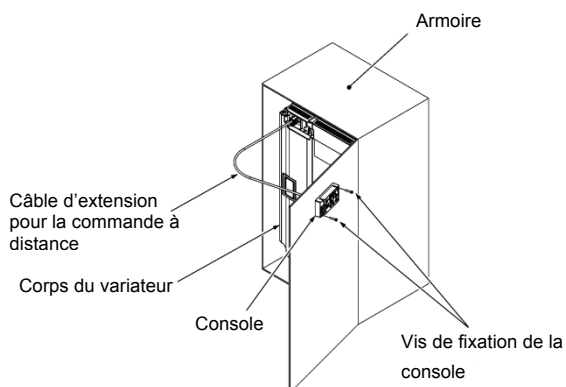

Figure 13.1-2 Fixation de la console sur l'armoire
- Fixation sur l'armoire (cf. Figure 13.1-2)